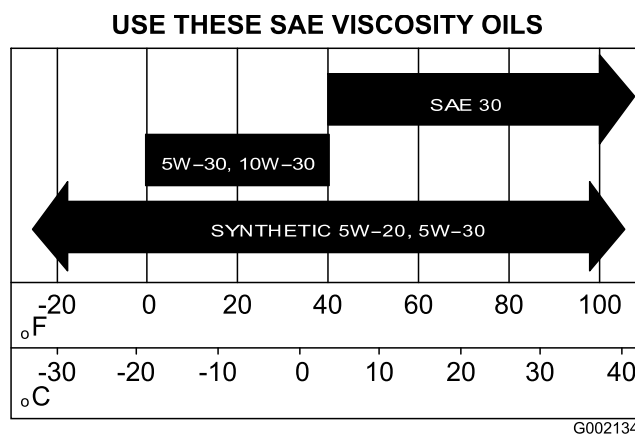

Рисунок 42
5. Залейте в картер двигателя масло указанного типа, см. Рисунок 42 в разделе Замена масла (модели 07273 и 07273ТС) (страница 39).